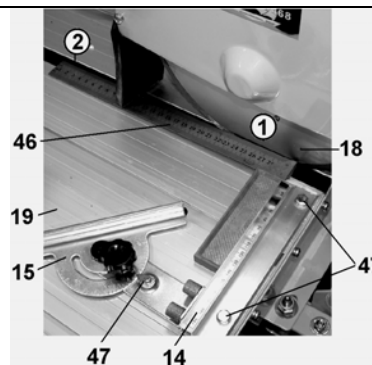

Рис. 15
10.1.3. Как показано на Рис.15, положите угольник (46) на рабочий стол (19) вплотную к упору (14). Проверьте параллельность перемещения отрезного диска (18) в точках 1 и 2. При необходимости ослабьте болты (47), произведите регулировку угла 90° упора (14) относительно отрезного диска (18). По окончании регулировки надёжно закрепите болты (47).
10.1.4. Используя угольник, угломер или шаблон, проверьте правильность показания регулируемого упора (15) относительно отрезного диска (18). При необходимости произведите корректировку положения указателя (47), Рис. 15.